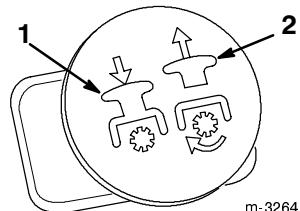

Abbildung 13
- Den PTO-Schalter auf ON (an) ziehen (Abb. 13).